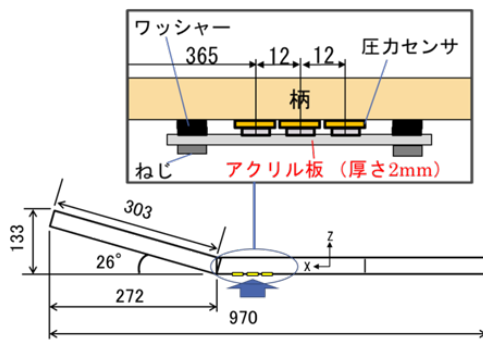

図1 スコップ概要図
2. 実験装置 雪かきの動作は、①雪を切る、②スコップに載せる、③投げる、の3段階に分けられる。②③では、柄の持ち手部分に力が加わる。柄の持ち手部に圧力センサを組み込むことで、除雪量を判定することにした。実験に使ったスコップの概要図を図1に示す。